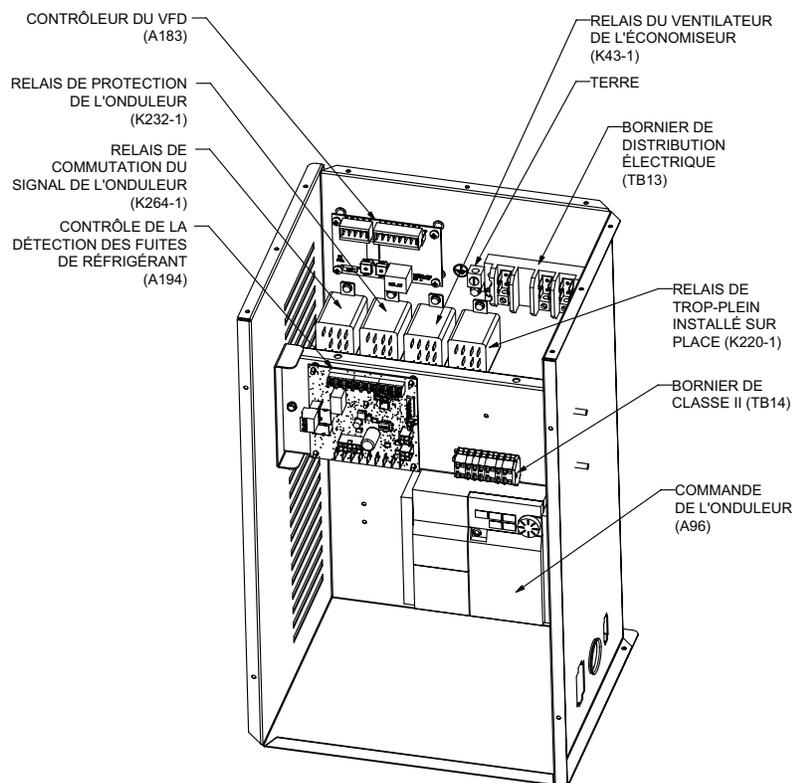

FIGURE 7
- 3 – Faites passer les fils le long du côté droit de l'onduleur (VFD), à côté de la paroi arrière du boîtier du contrôleur, et fixez-les dans les cosses du bornier de distribution électrique (TB13). Reportez-vous à la Figure 7 pour connaître les détails des composants du boîtier du contrôleur.